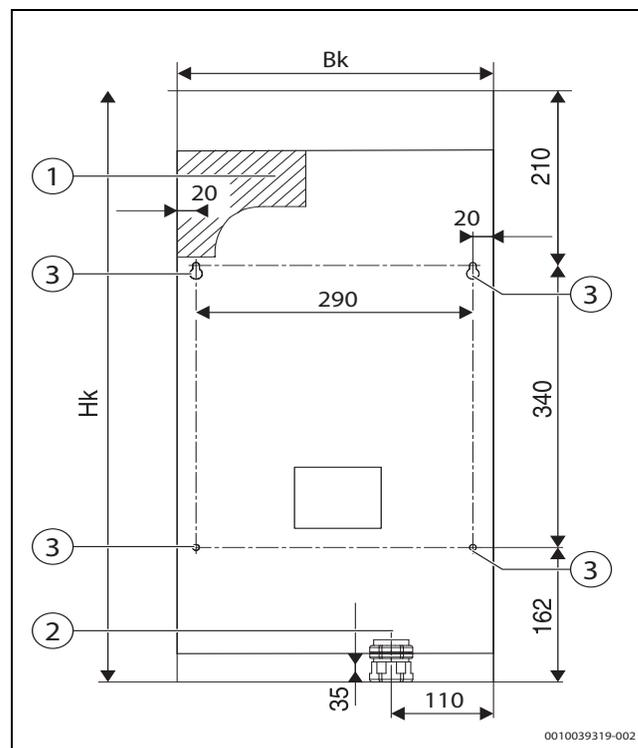

Bild 8 Abmessungen der Bohrungen für das Befestigen des Heizgeräts an der Wand und für das Versorgungskabel beim Heizgerät Logamax E156 4-12 kW
- ▶ Positionen der Bohrlöcher für die Montageplatte anzeichnen. Für das Befestigen können Sie die beigefügte Schablone verwenden (→ Bild 8, Seite 13, [1])